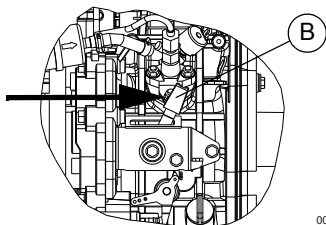

Figure 3-3. Levier de commande du moteur
5. Voir la Figure 3-3. Mettez le levier de commande du moteur à la position Marche (B).
- Pour redémarrer le moteur, il faut mettre le levier de commande du moteur à la position Marche (B). Voir la Figure 3-3.